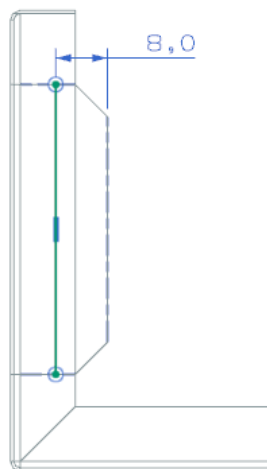

图 6-115 绘制折弯线
(3) 进入草图设计环境, 绘制如图 6-115 所示的折弯线。